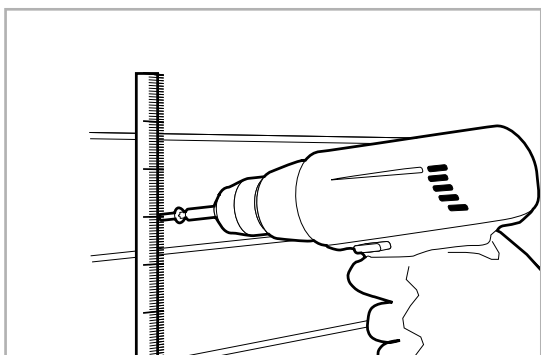

Bild 3.3
- 2) Aggregatet fästs på väggen med skruvar. Observera avståndet till brännbart material i enlighet med tabell 4.3 (se bild 3.3).